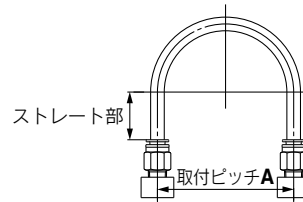

図1 推奨配管図
- ⑥ 継手部など製品への衝撃、工具によるこじり、打撃は避けてください。
- 配管するチューブは、P.14図1の推奨配管条件にて、チューブ長さに余裕を持った配管をお願いいたします。結束バンドなどで配管を束ねる場合には配管部に外力が加わらないようご配慮願います。(P.14図2参照)
- ⑦ ワンタッチ管継手の取扱いにつきましては、ホームページWEBカタログ 管継手&チューブ/共通注意事項をご参照ください。
- ⑧ シリンダへの取付方法に注意してください。
- ⑨ 縦形の取付け・取外しはボディBの六角二面幅を適正なスパナで締め込んでください。
- ⑩ 横形の取付け・取外しは、スタッドの六角穴に適正な六角棒スパナを奥まで挿込んで締め込んでください。
①ワンタッチ管継手に配管する際は図1の推奨配管条件にて、チューブ長さに余裕を持った配管をお願いいたします。